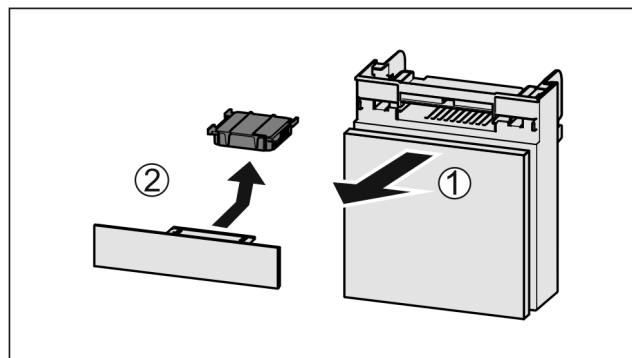

Fig. 34
- ▶ Wyciągnąć Fig. 34 (1) komorę do przodu.
- ▶ Wyjąć Fig. 34 (2) filtr z węglem aktywowanym.